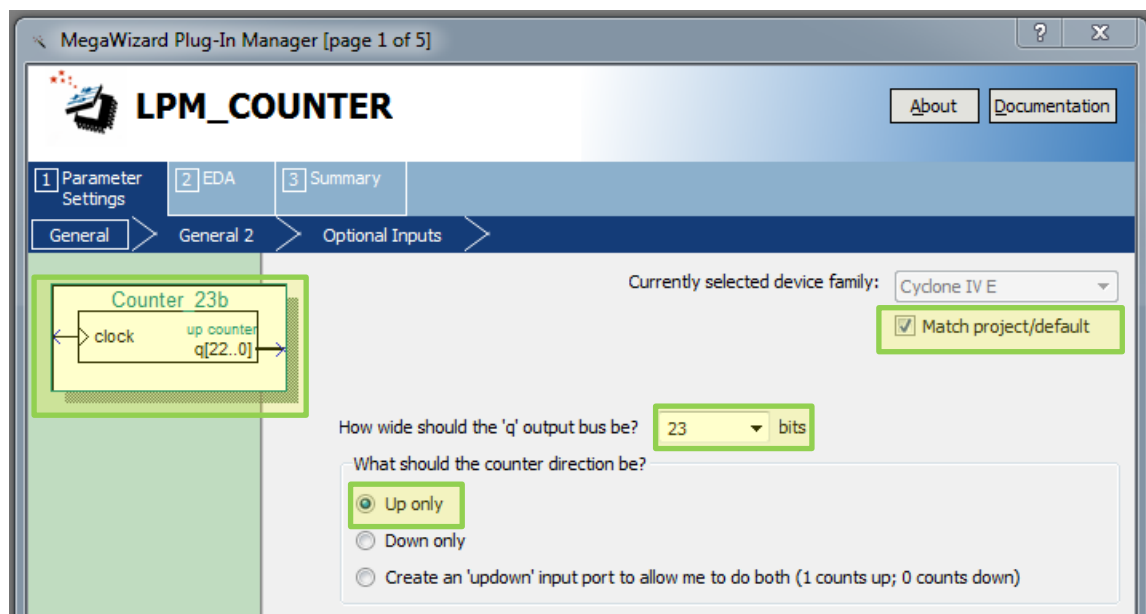

Рис. 6 Окно настройки экземпляра выбранного компонента (page 1)
2.3. В появившемся окне “**MegaWizeded Plug-In Manager [page 1 of 5]**” установите разрядность счетчика 23 бит (рис. 6). Выполните «**Next**».